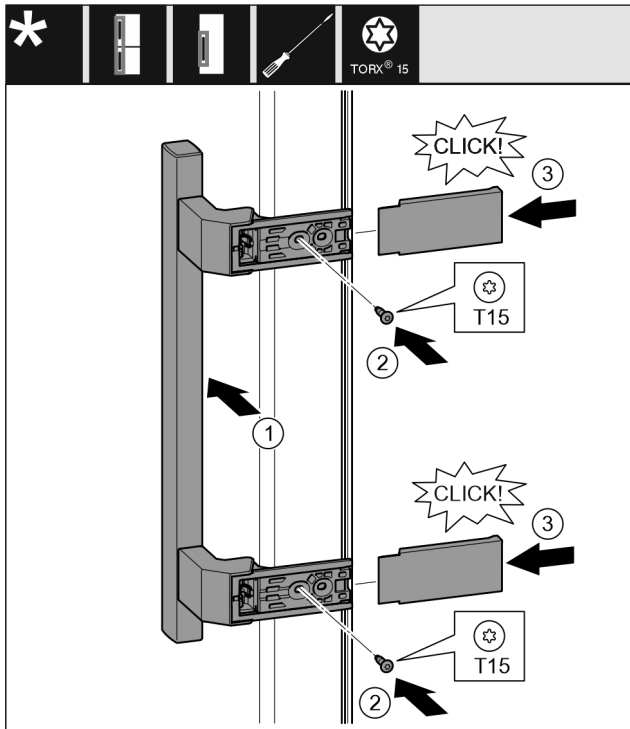

Fig. 29
- ▶ Vendosni dorezën në anën e kundërt. Fig. 29 (1)
- ▶ Mbërtheni fort vidat me një kaçavidë T15. Fig. 29 (2)
- ▶ Vendosni kapakët mbulues anash dhe shtyjini. Fig. 29 (3)